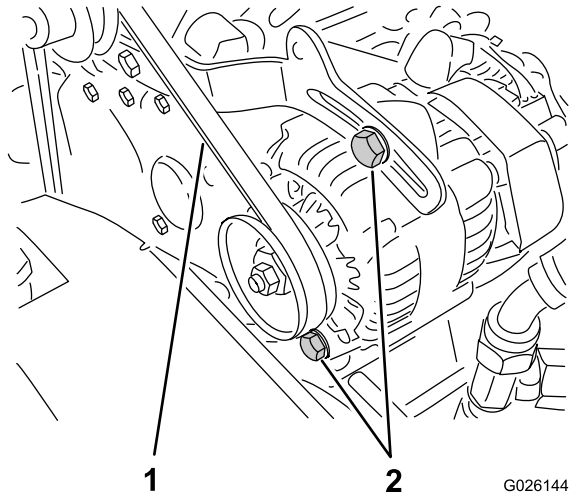

Figura 66
2. Compruebe la tensión presionando la correa en el punto intermedio entre las poleas del cigüeñal y del alternador con una fuerza de 10 kg (Figura 66).
- A. Afloje los 2 pernos de montaje del alternador (Figura 66).
- B. Usando una barra, gire el alternador hasta obtener la tensión correcta de la correa, luego apriete los pernos de montaje (Figura 66).